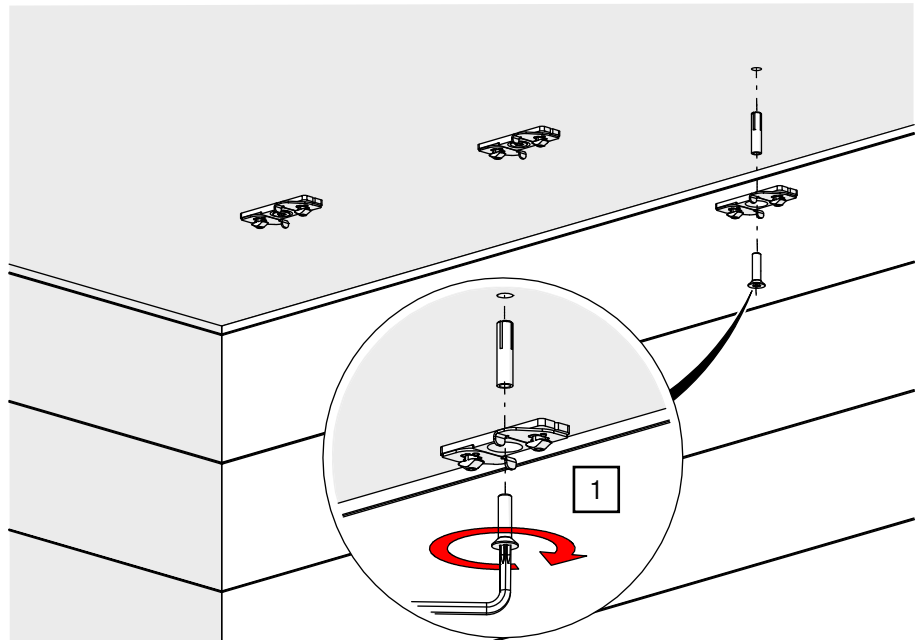

Abb. 31: Deckenmontage – Montageplatte in Decke verschrauben
1. Montieren Sie den M6×30 Einschlaganker in der Betondecke entsprechend den Herstellerangaben und verschrauben Sie die Montageplatte mit TORX®-Schlüssel T30 und 3 Nm (siehe Abb. 31).